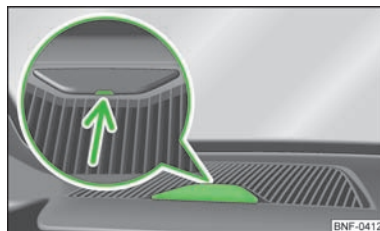

Fig. 74
- Stik en skruetrækker ind i udskæringen » Fig. 74, der er markeret med en pil, og klap forsigtigt afdækningen op.
- Luk åbningen til holderen i instrumentpanelet med afdækningen » Fig. 74.